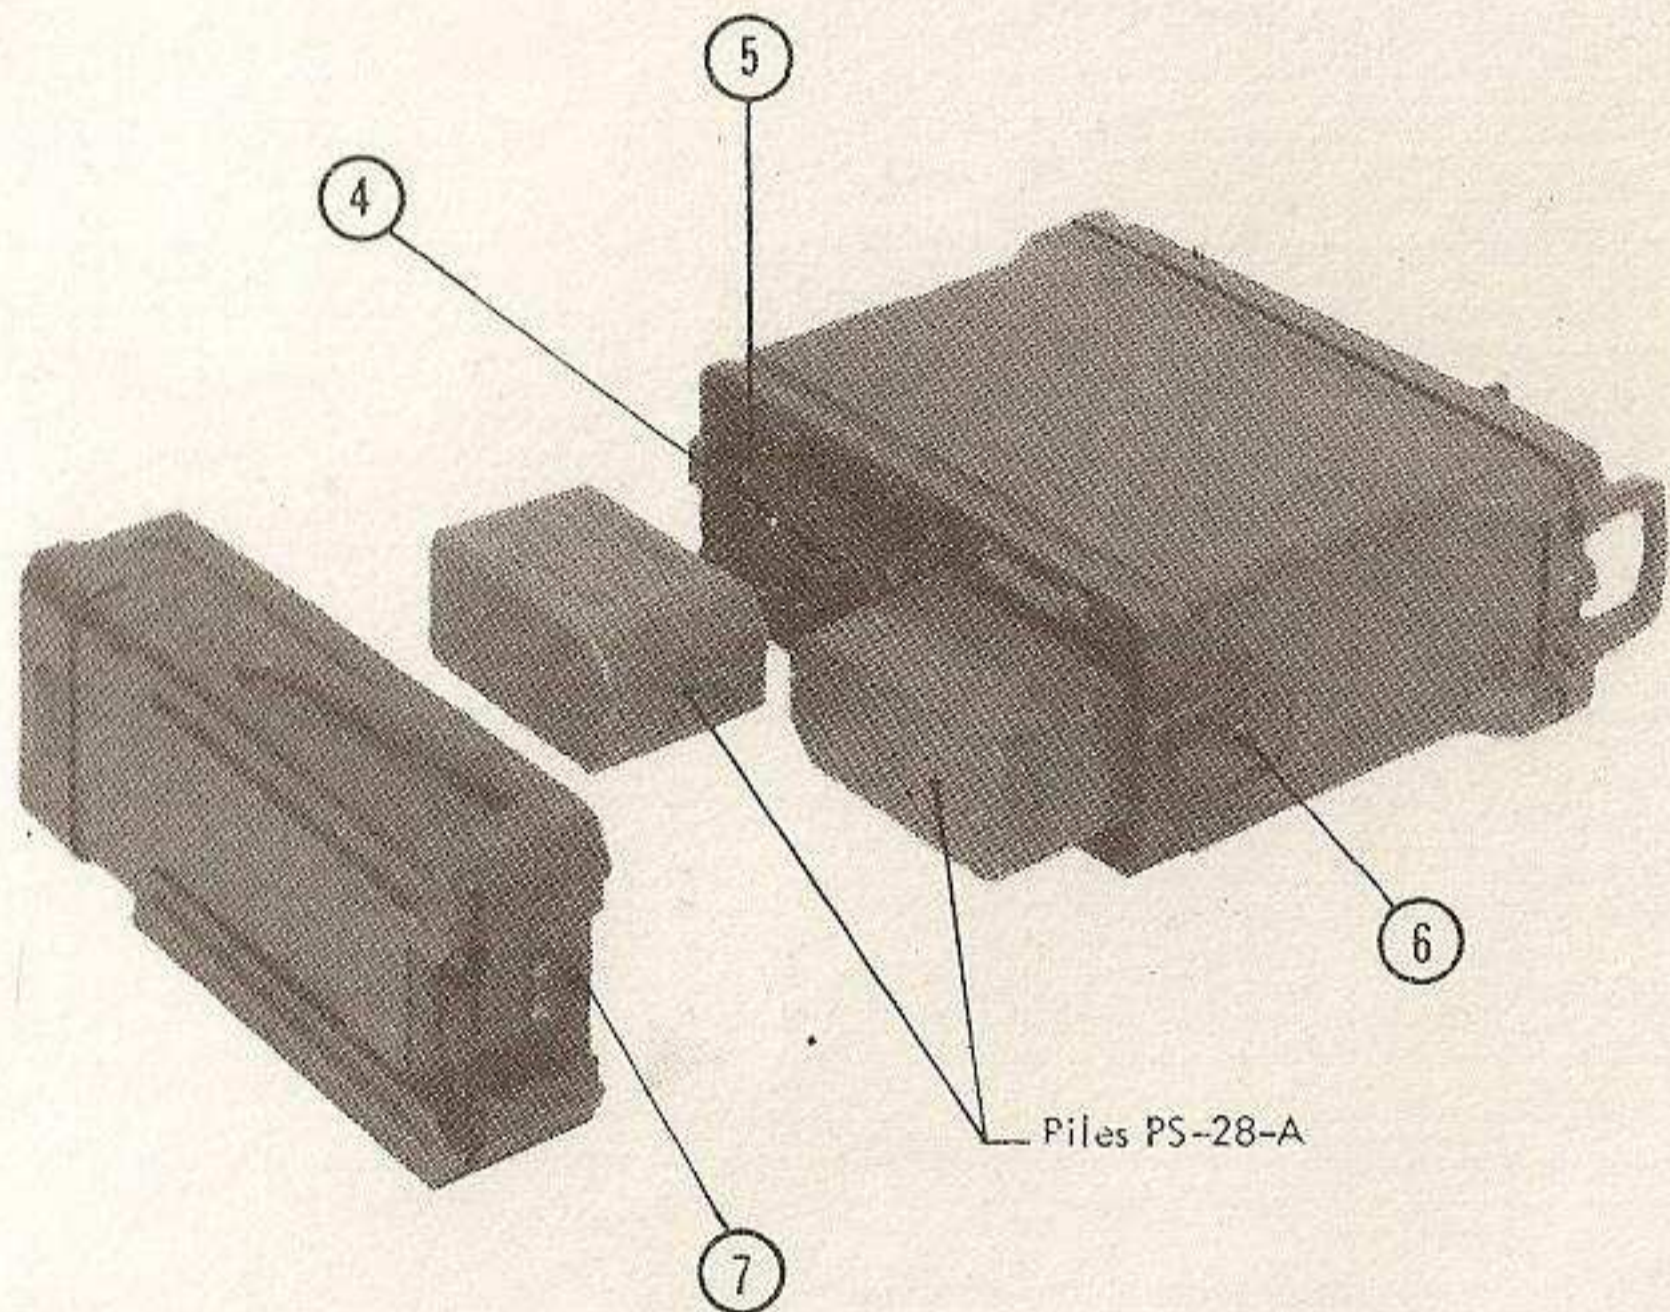

Fig.5 - Mise en place des piles ou accumulateurs .
- Séparer le boîtier piles de l'émetteur-récepteur en relâchant les deux attaches à ressorts (figure 5 (6)).
- Brancher les deux piles ou accumulateurs PS-28-A (fig. 5) sur la barrette de connexion (fig. 5 (4)).